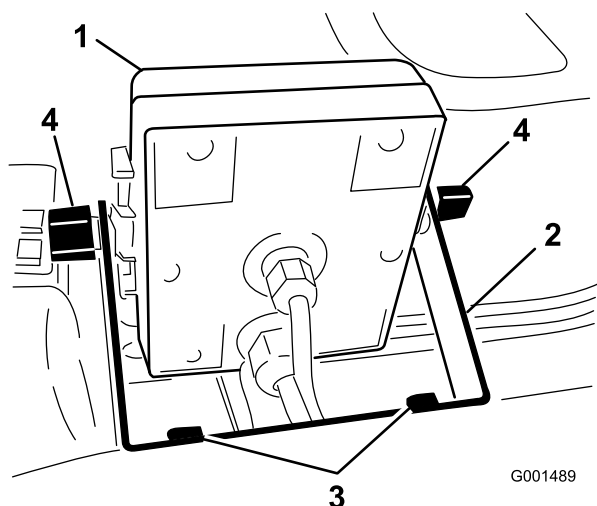

Figure 5
- Fixez le support du moniteur au tableau de bord (Figure 5) avec 2 boulons à embase (1/4 x 3/4") et 2 écrous à embase (1/4").
- Montez le moniteur Spray Pro sur les têtes des vis de carrossier (Figure 5) et serrez les boutons pour le fixer en position.